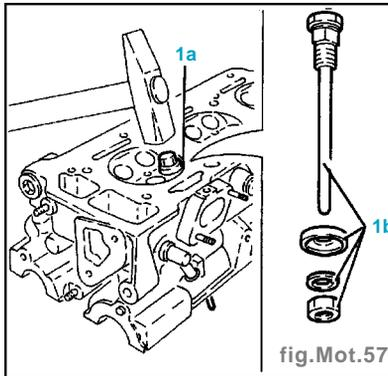

fig.Mot.57
- Chauffer la culasse à **100-120°C**, puis monter les sièges des soupapes (1a) à l'aide des instruments requis (1b) (fig. Mot. 57).